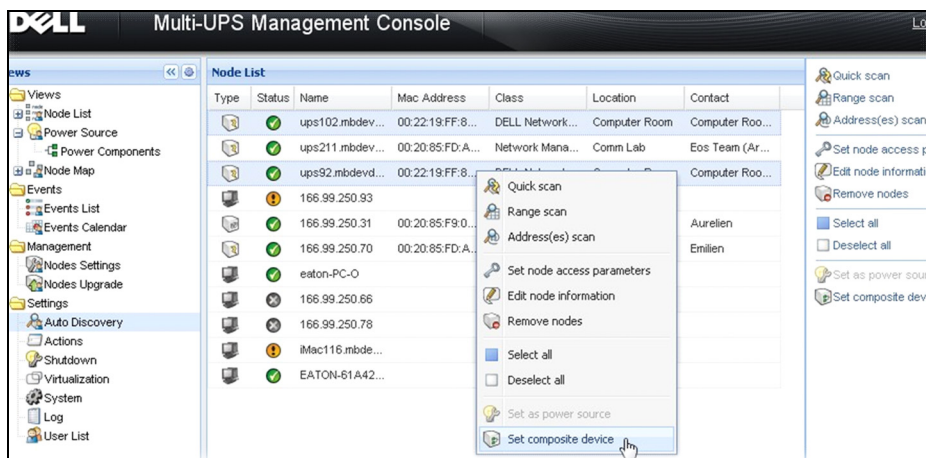

Figura 82. Selezionare Imposta dispositivo composto per nodi
- 3 Fare clic su **Imposta dispositivo composto** (vedere Figura 82).